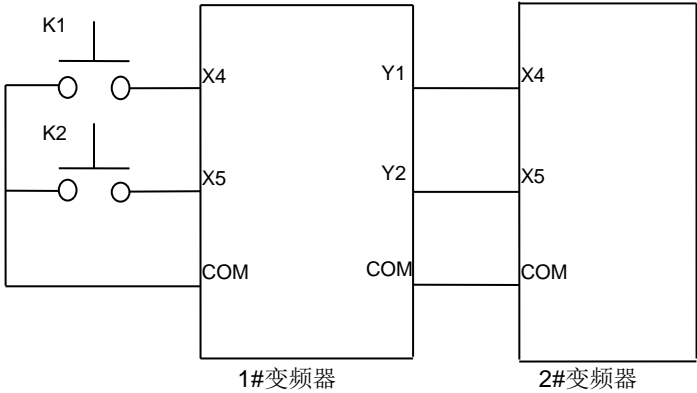

图 6-9 同步控制接线图
- 当端子 X4、X5 用作给定频率输入，端子 Y1、Y2 用作给定频率输出时，设定输入频率与输出频率之间的倍率比关系。端子功能设定详见 F4 组和 F5 组端子功能选择。端子 X4、X5 用作给定频率输入，端子 Y1、Y2 用作给定频率输出时，可以实现多台变频器同步控制，控制回路如图 6-9 所示，功能参数设定步骤如下：